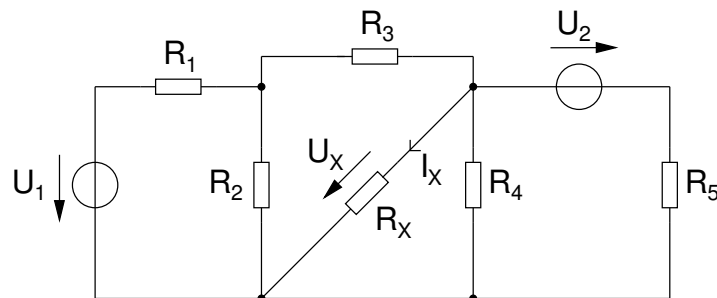

Abbildung 6: Superpositionsprinzip
In diesem Teil der Übung soll das Superpositionsprinzip nachgemessen werden: In der Schaltung aus Abbildung 6 sollen daher drei Messungen durchgeführt werden: Die erste Messung von  $U_x$  und  $I_x$  soll mit beiden Spannungsquellen durchgeführt werden. Im nächsten Schritt soll nur  $U_1$  als Spannungsquelle eingesetzt werden und  $U_2$  kurzgeschlossen werden. In der dritten Messung soll  $U_2$  aktiv sein und die andere Spannungsquelle kurzgeschlossen werden. Die Summe der Spannungen und Ströme der beiden letzten Messungen soll mit den gemessenen Werten aus der ersten Messung übereinstimmen.
1. Bauen Sie die Schaltung aus Abbildung 6 auf. Tabelle 3 fasst die Parameter dieser Schaltung zusammen.